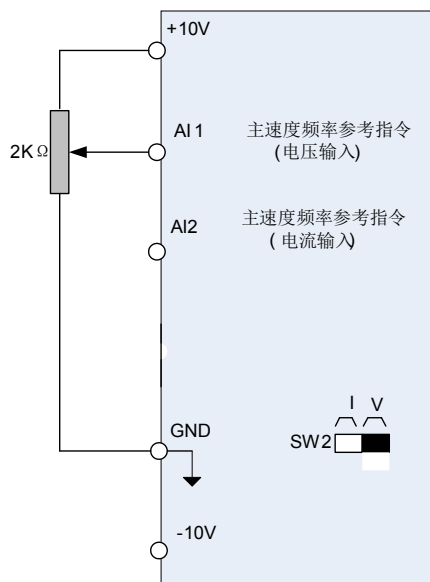

图 4.3.4 主速度频率参考指令之模拟输入
- ① 输入 0V 至 AI1 端子
- ② 设定 04-00=1: (将多功能模拟输入端子 AI2 讯号选择为 4~ 20mA 输入)
- ③ 设定指拨开关 SW2 到 I(电流)的位置。
- ④ 设定 04-05=10 (AI2 讯号增加至 AI1)。
- 参照图 4.3.4 以了解主要速度频率来源选择为模拟端子设定之细节。